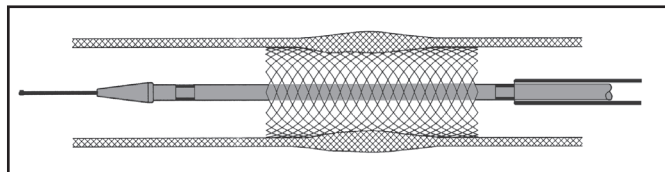

Figure 3. Déploiement final du stent
7. Une fois que l'endoprothèse carotidienne WALLSTENT occupe sa position définitive, faire glisser délicatement le raccord en T sur le tube en acier inoxydable immobilisé vers l'embase en forme de cœur (12 sur la Figure 1), jusqu'au déploiement complet de l'endoprothèse carotidienne WALLSTENT (voir la Figure 3).